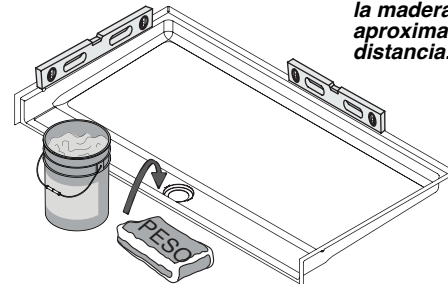

Figura 11
- 7** **COLOQUE 50 LIBRAS DE PESO** como se muestra en la figura 11 para asegurarse de que el plato hace contacto con la resina epóxica.